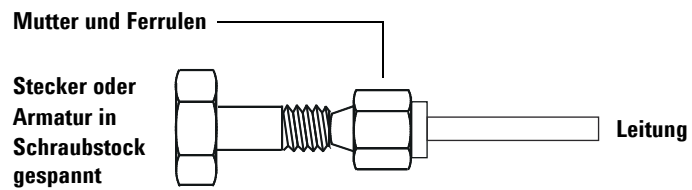

Abb. 12 Montage der Armatur
- 3 Schieben Sie die Leitung in den Edelstahlstecker (Abb. 12).